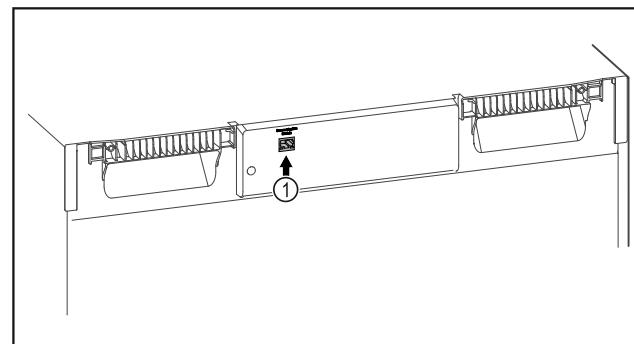

Fig. 127
- To SmartModule Fig. 127 (1) χρησιμοποιείται.